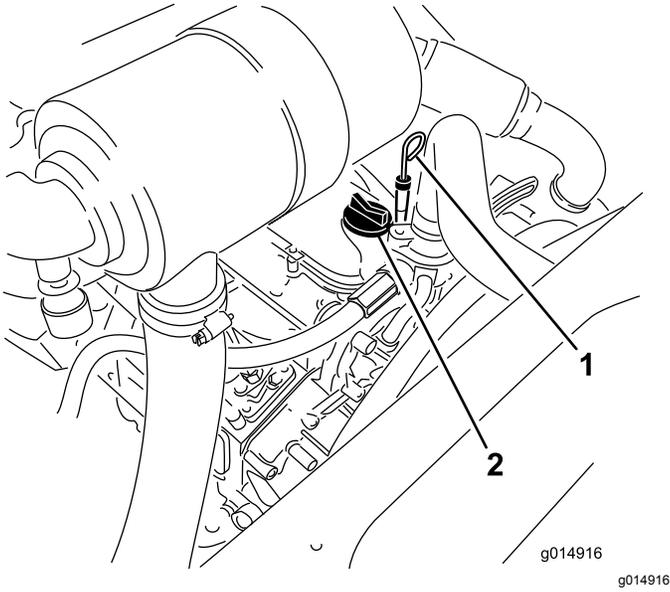

Figure 31
3. Retirez la jauge, essuyez-la sur un chiffon et remettez-la en place (Figure 31).
5. Si le niveau n'atteint pas le repère MAXIMUM, enlevez le bouchon de remplissage (Figure 31) et faites l'appoint jusqu'au repère MAXIMUM sur la jauge. **Ne remplissez pas excessivement.**